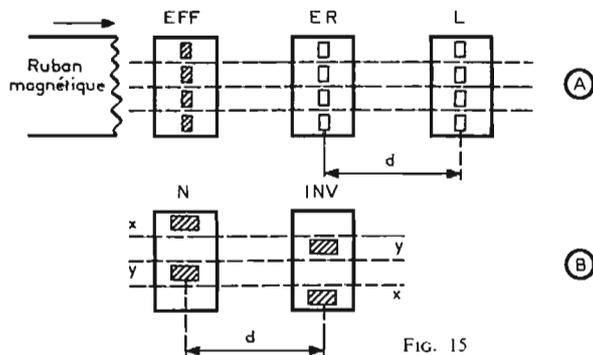

FIG. 15
Un magnétophone normal peut parfois être adapté à ce procédé mais des problèmes d'ordre mécanique seront à résoudre. On utilisera un ruban sans fin comme le montre la figure 15 (A). Ce ruban défile devant la tête d'effacement EFF qui supprime l'enregistrement précédent. la tête d'enregistrement ER qui enregistre sur le ruban magnétique,
Pour obtenir en même temps des signaux retardés de 52 et 26 ms on pourra adopter le montage de la figure 15 (A) mais avec deux têtes de lecture accolées, c'est-à-dire 1 cm entre leurs entrefers.
L'inconvénient est le coût élevé du magnétophone spécial ou la difficulté d'en réaliser un soi-même. A la figure 15 (B) on montre comment réaliser une tête à quatre entrefers, avec deux têtes, dont l'une inversée.